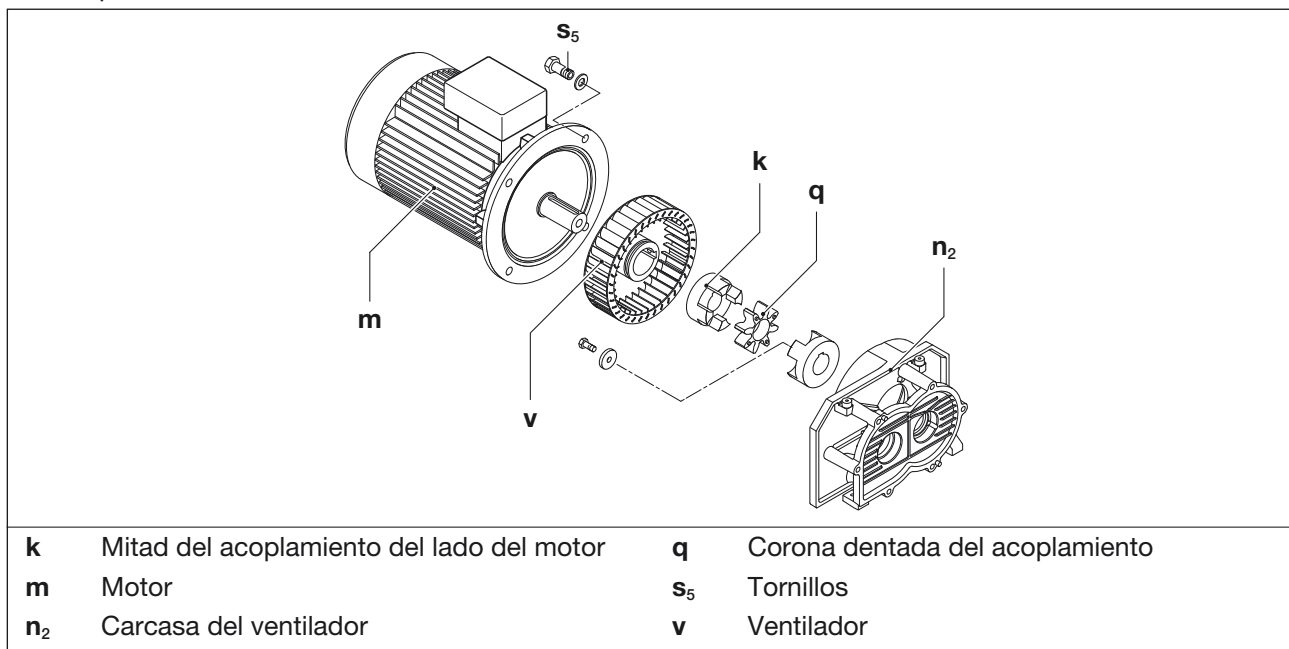

Fig. 8 Acoplamiento
La corona dentada del acoplamiento (Fig. 8/q) está sujeta a desgaste y debe comprobarse periódicamente (al menos 1 vez al año). Comprobar también de vez en cuando si el ventilador (Fig. 8/v) presenta daños.
- b) Suspender el motor (fig. 8/m) por las armellas de transporte utilizando un equipo de elevación. Si no se dispone de cáncamos, suspender el motor utilizando eslingas redondas.
- c) Aflojar los tornillos (Fig. 8/s5) de la brida del motor y retirar axialmente el motor junto con la mitad del acoplamiento del lado del motor (Fig. 8/k) de la carcasa del ventilador (Fig. 8/n2).
- d) Comprobar la corona dentada (Fig. 8/q). Sustituir la corona dentada si está dañada o desgastada.
- e) Comprobar el ventilador (Fig. 8/v) y sustituirlo en caso necesario.
- f) Volver a colocar la corona dentada y el motor con parte del acoplamiento del lado del motor de forma axial y con los tornillos (Fig. 8/s5) fijados en la brida del motor. Par de apriete: 84 Nm